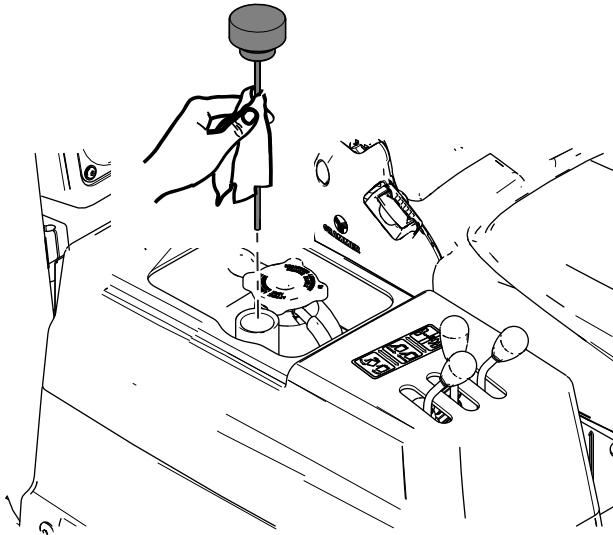

図 81
4. 油圧オイルタンクからディップスティックを抜きウェスで一度きれいに拭く図 81。